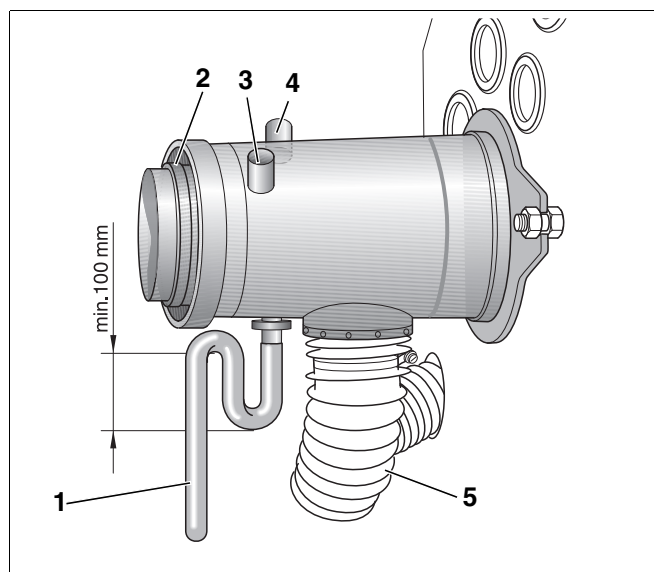
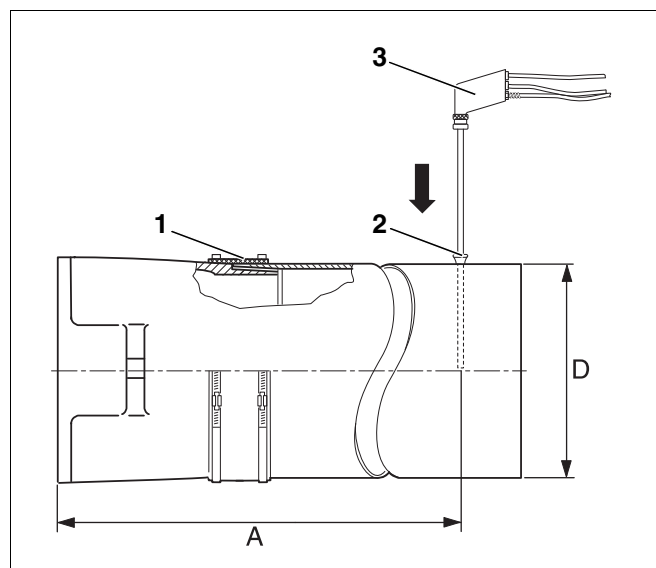

Рис. 14 Соединительный штуцер концентрической дымовой трубы
Рис. 15 Проведение замеров
Замеры осуществляются на присоединительном участке дымовой трубы (Рис. 15, стр. 19) или на штуцере концентрической дымовой трубы (Рис. 14).
Отверстие для замеров (муфта; Рис. 15, **поз. 2**) должно находиться на расстоянии "А" (примерно 2 диаметра дымовой трубы "D") от патрубка дымовых газов (Рис. 15). Если сразу после отопительного котла установлено колено для соединения с системой отвода дымовых газов, то замеры нужно производить до этого колена.
Мы рекомендуем установить уплотнительную манжету (Рис. 15, **поз. 1**) для соединения котла с дымовой трубой.
- Опустить измерительный зонд (Рис. 15, **поз. 3**) в центр потока (середина трубы), здесь дымовые газы имеют наивысшую температуру.